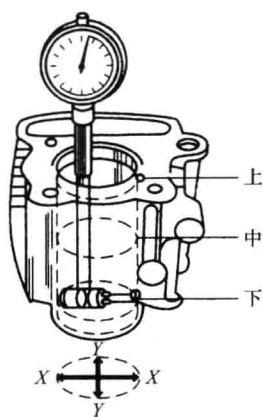

图 1-1 汽缸体的测量
① 汽缸体磨损的检查，就是应用内径千分表来测定缸体的磨损量，主要量取汽缸内壁实际圆柱度和圆度，以便维修。测量方法是，将内径千分表轻轻地放在汽缸内孔中，且汽缸内径中心线与表头垂直，左右摆动内径千分表，并观察指针读数。测量部位如图 1-1 所示，在轴向选上、中、下三段共六点，各测一次汽缸内径，其中最大值作为汽缸内径值。若测量结果在允许范围内，可更换活塞环继续使用；若该值超过维修极限，则表明汽缸磨损严重，